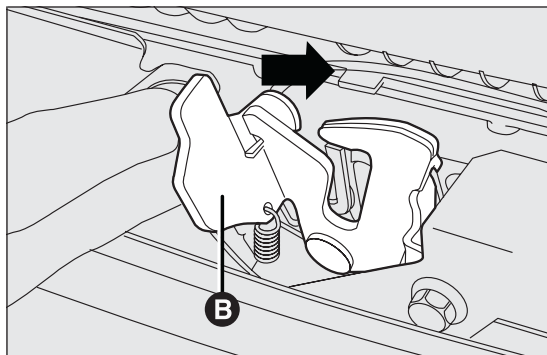

РИС. 60
- переместить вправо рычаг В РИС. 60 как показано на рисунке;